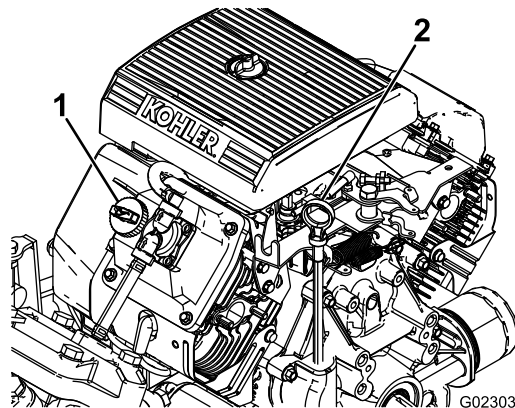

Рисунок 11
2. Выньте масломерный щуп и протрите его чистой ветошью (Рисунок 11).
4. Если уровень масла низкий, снимите крышку заливной горловины с крышки клапана (Рисунок 11) и залейте масло в отверстие до отметки FULL (Полный) на щупе; см. Правильный тип и вязкость масла в . Замена масла в двигателе \(страница 55\)